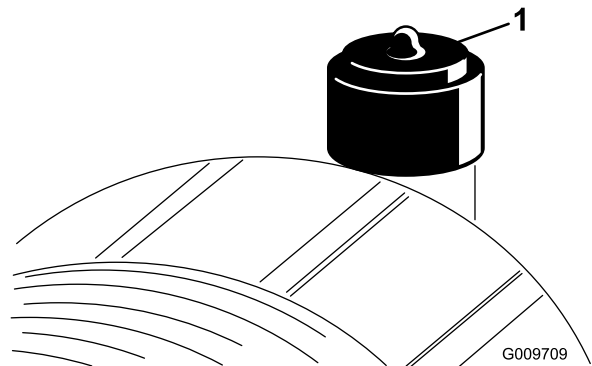

Figure 47
Faites l'entretien du filtre à air uniquement quand l'indicateur de colmatage indique que cela est nécessaire (Figure 47). Ne remplacez pas le filtre à air plus fréquemment que nécessaire ; cela ne fait qu'accroître le risque de contamination du moteur par des impuretés quand le filtre est déposé.
2. Réarmez l'indicateur de colmatage (Figure 47) s'il est rouge.